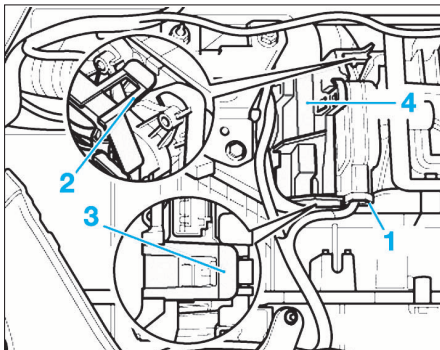

FIG. 35
- Repérer le connecteur (1) du servomoteur et le débrancher (Fig.35).
- Déposer le support (4) en détachant les crans (2) et (3).